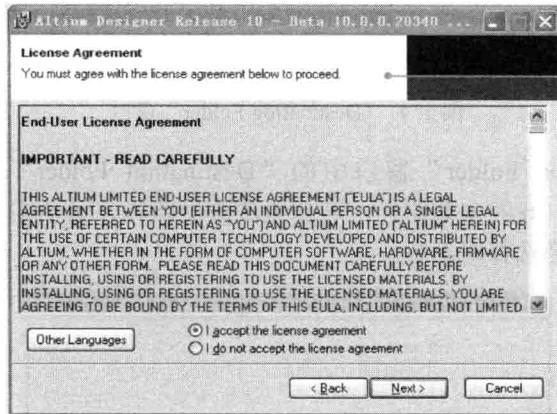

图 1-2 “License Agreement” 窗口
- (2) 单击安装向导欢迎窗口中的“Next”按钮，显示如图 1-2 所示的“License Agreement”窗口。